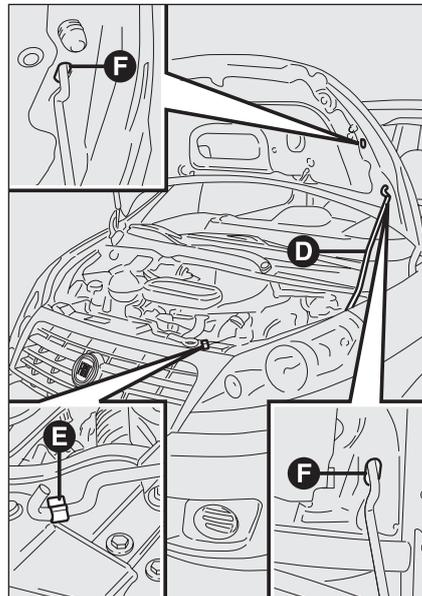

fig. 107
- levante el capó y al mismo tiempo libere la varilla de sostén **D**-fig. 107 de su dispositivo de bloqueo **E**;
- introduzca el extremo de la varilla **D** en uno de los dos ojales de fijación **F**-fig. 107 del capó.